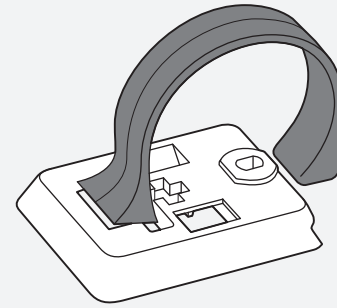

Abbildung 12: Klemme auf der Rückseite des Computersockels.
2. Setzen Sie die passende Lenkerklemme in den Computersockel ein (Abb. 12).